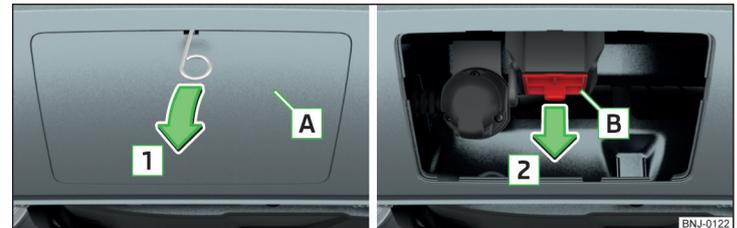

Abb. 154 Abdeckkappe abnehmen: am hinteren Stoßfänger / für den Aufnahmeschacht
- Die Abdeckkappe für den Aufnahmeschacht **A** in Pfeilrichtung **1** » Abb. 154 mithilfe des zum Bordwerkzeug gehörenden Bügels zum Abziehen der Radvollblenden abnehmen.
- Die Abdeckkappe **B** » Abb. 154 auf Seite 126 entgegen der Pfeilrichtung **2** einsetzen.
- Die Abdeckkappe **A** » Abb. 154 auf Seite 126 an die „Häkchen“ im unteren Stoßfängerbereich ansetzen.